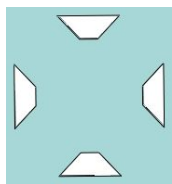

图 4-82 填充边界
(1)  **【为通风口的边界选择形成闭合轮廓以定义支撑边界的 2D 草图段】**: 选择草图线段作为填充边界。选择形成闭合轮廓的草图实体。至少必须有一个筋与填充边界相交, 如图 4-82 所示。